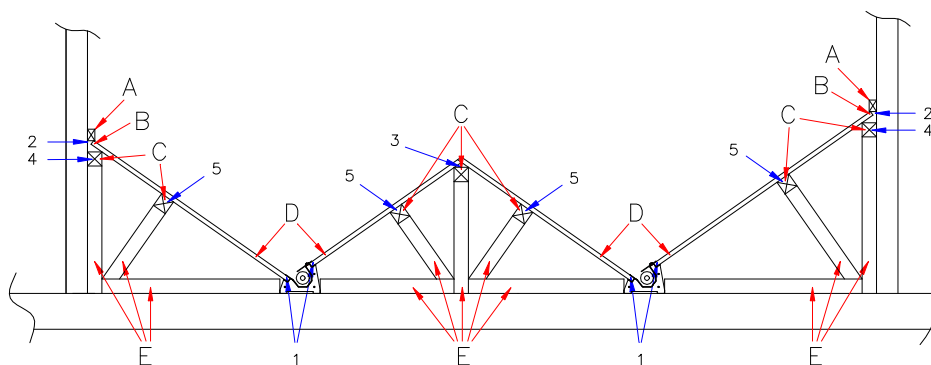

Fig.: 3 → visto dalla trasmissione di estrazione in direzione deposito
Per grandi depositi di pellet si deve montare una sotto-struttura massiccia per la listellatura nel vano di deposito. Osservare la nostra proposta alla fig.3 o far montare una costruzione sufficientemente robusta ad un tecnico specializzato. 1 m³ di pellet pesa ca. 0,65 to.
1. Inserire un listello o simile per segnare l'inclinazione di 35° nella scanalatura per il tavolato (1) Fig.3. Trasferire l'altezza che ne risulta per la sotto-struttura sulle pareti laterali (2) fig.3 del vano di deposito. Misurare l'altezza necessaria per la sotto-costruzione tra coclea di estrazione (3) fig.3 inserendo rispettivamente un listello a destra e a sinistra.
2. Avvitare le travi di supporto (4) Fig.3 a sinistra e a destra della parete del vano di deposito a circa 3 cm sotto all'altezza di pendenza segnata sulla parete.
3. Rinforzare le travi di supporto (4) Fig.3 almeno ogni 1,5 m con legno squadrato in piedi. Se la distanza tra coclea di estrazione e parete è superiore a 1,5 m, si devono montare ulteriori travi di supporto con sotto-struttura (5) fig. 3.
4. Tagliare i tavolati (D) fig.3 a sinistra e a destra delle coclee di estrazione verso la parete accorciandoli di circa 3 cm e montarli in modo che non resti spazio (2) fig.3 dalla parete. Eseguire il tavolato tra coclee di estrazione seguendo la nostra proposta in fig.3.
5. Non avvitare saldamente ogni tavola, ma avvitare un listello trasversale (A) fig. 3 alla parete su tutte le tavole.